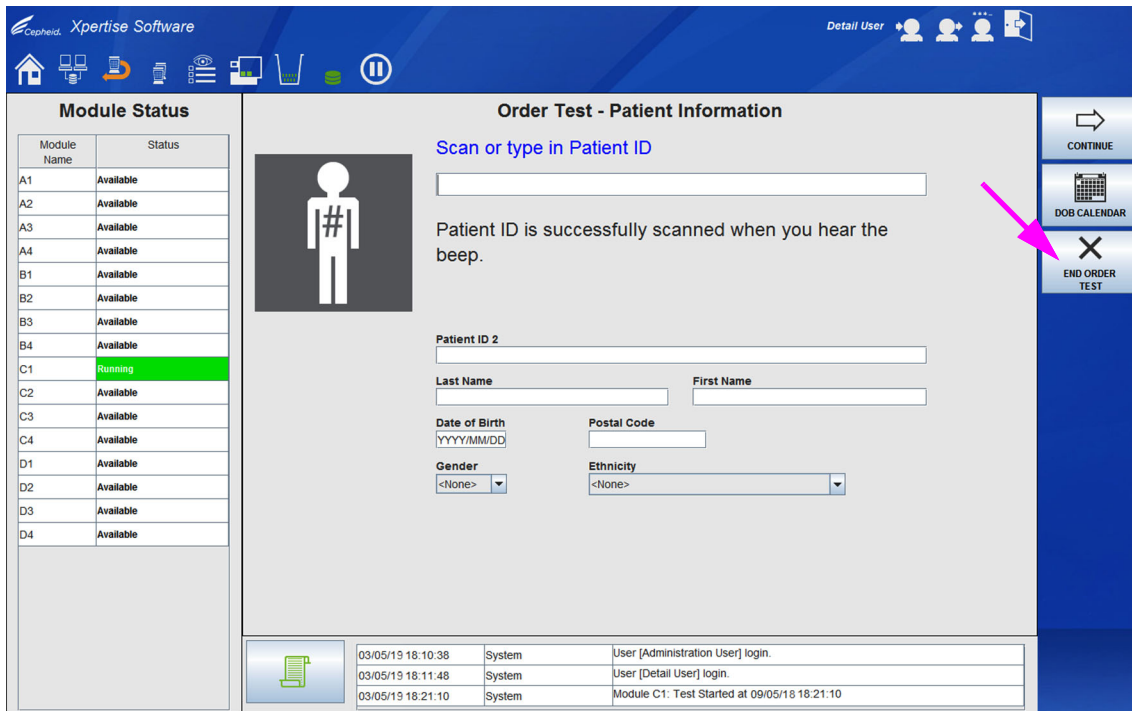

図 5-39. テストのオーダー – 患者 ID ワークスペース
11. カートリッジがスキャンされるとすぐに、テストのオーダー – 患者 ID (Order Test – Patient ID) ワークスペースが表示され、オペレーターは次のテストに入ることができます。図 5-39 を参照。
- 他にテストをオーダーしない場合は、**テストのオーダー終了 (END ORDER TEST)** ボタンを選択します (図 5-39 を参照)。テストのオーダー – 患者 ID (Order Test – Patient ID) ワークスペースのどのフィールドにも情報が入力されていない場合、テストのオーダー (Order Test) メニューは閉じます。